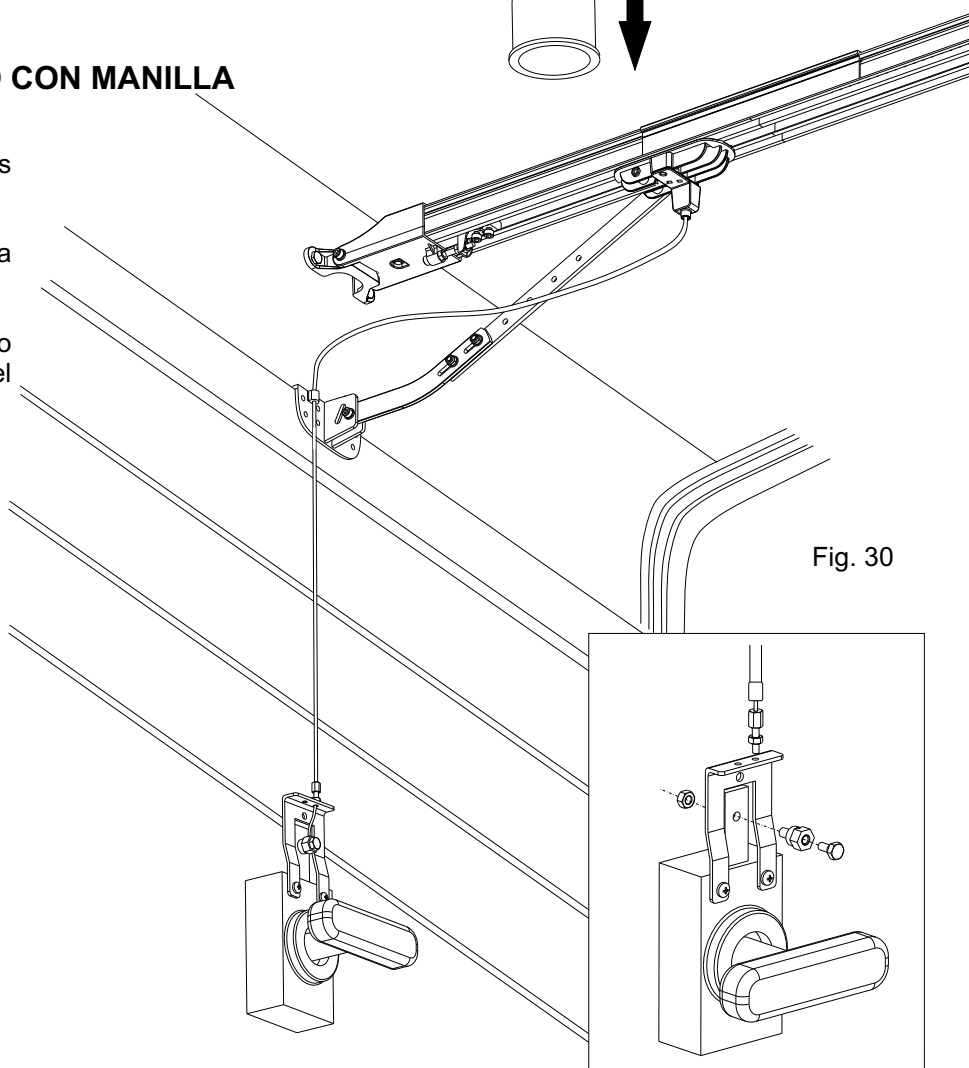

Fig. 30
- Gire la manilla y abra la puerta manualmente (Fig. 30).